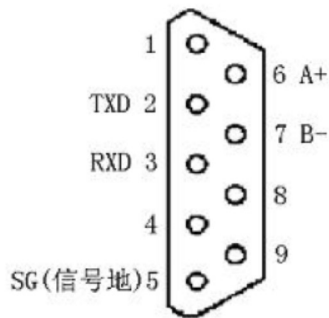

Рисунок 4. Стандартный разъем D sub 9 pin
4.5 Порт последовательного соединения (рис. 4)